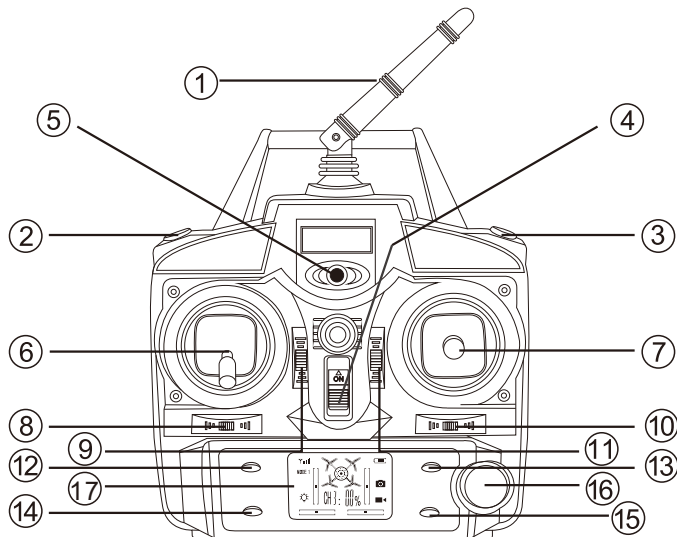

Abbildung 2 - Fernbedienung
Drücken Sie zum Anpassen der Motorleistung zunächst die entsprechende Taste ((16) in Abbildung 2). Die Fernbedienung quittiert dies mit einem einmaligen Signalton.
Außerdem beginnt die Prozentanzeige in der LCD-Anzeige der Fernbedienung zu blinken. Durch Drehen der Taste ((16) in Abbildung 2) kann nun die Motorleistung angepasst werden. Durch nochmaliges Drücken der Taste wird die neue Einstellung übernommen. Die Anzeige im LCD-Display der Fernbedienung hört auf zu blinken. Beträgt die Motorleistung weniger als 50% reduziert sich die Empfindlichkeit der Drohne in Bezug auf die Steuerung. Wir empfehlen Anfängern einen Wert zwischen 30 und 50% einzustellen.
Drücken Sie dazu einfach einmal die Taste „360-Grad-Drehung“ ((3) in Abbildung 2) in der rechten oberen Ecke der Fernbedienung. Die Fernbedienung quittiert den Tastendruck mit einem mehrmaligen Signalton.
Führen Sie dann den rechten Hebel der Fernbedienung ((7) in Abbildung 2) ganz bis zum Anschlag in eine gewünschte Richtung und lassen ihn dann los. Die Drohne vollzieht dann eine automatische 360-Grad-Drehung in die gewünschte Richtung (links, rechts, vor, zurück).
Drücken Sie die Taste rechts unten neben dem LCD-Display auf der Fernbedienung ((15) in Abbildung 2) der Drohne um in den „Kopflös“-Modus zu gelangen. Aus der Fernbedienung ertönt ein rhythmischer Signalton.
Zum Verlassen des „Kopflös“-Modus drücken Sie nochmals die entsprechende Taste ((15) in Abbildung 2) auf der Fernbedienung. Der Signalton verstummt und die Drohne ist wieder im „normalen“ Betriebsmodus.